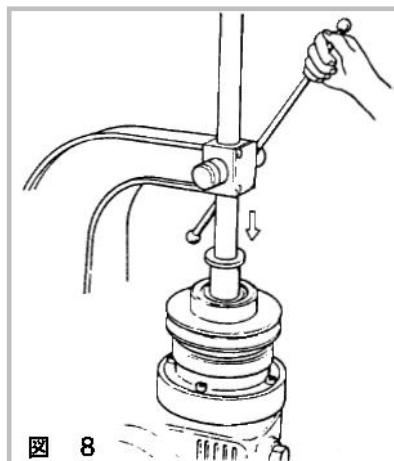
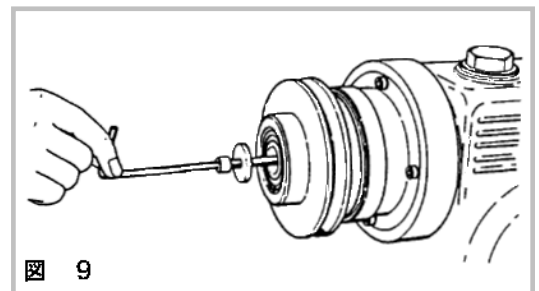

図 8
図 9
- 5) 調整が終わったら、ハブ⑨を軸に挿入します。このとき、ベアリング⑧の内輪に均等に力が加わるように、パイプ材等を当てて押し込んでください。(図8)
- 6) ベアリング⑧がカラー・ に当たるまで押し込んだら、空隙を確認してください。
- 7) 空隙が表7の規定値を満たしていることを確認し、軸押さえ板⑥を六角穴付きボルトで締め込み、ハブを固定してください。 ボルト・ には少量のゆるみ止め接着剤を塗布してください。(図9)